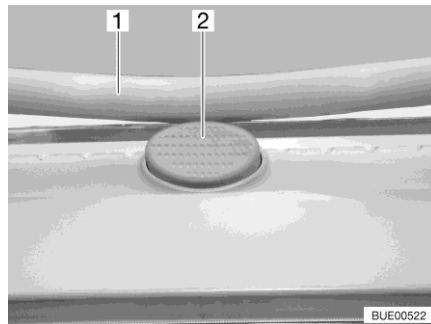

Fig. 31 Botón de seguridad (claraboya Heki)
*Abrir:* ■ Pulsar el botón de seguridad (Fig. 31,2) y tirar el estribo (Fig. 31,1) hacia abajo con ambas manos.
■ Presionar el estribo hacia arriba con ambas manos hasta que el estribo se encuentre encima del botón de seguridad (Fig. 31,2).
- Pulsar el botón de seguridad (Fig. 31,2) y tirar el estribo (Fig. 31,1) hacia abajo con ambas manos.